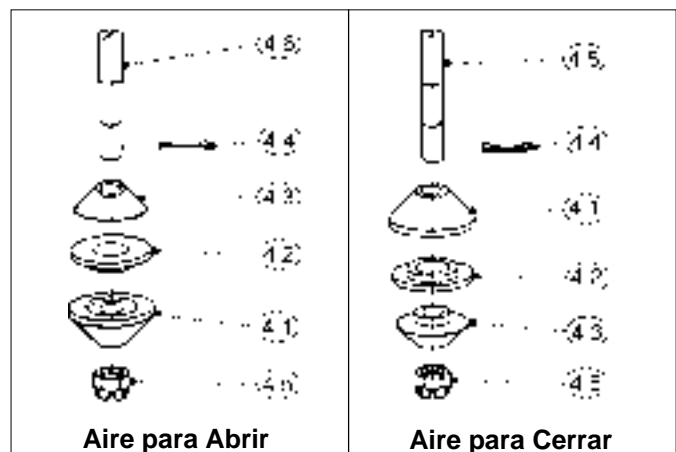

Figura 3: Disposición de Sello Compuesto
9. Examine para detectar desgaste en el anillo de sellado (3), guía vástago asiento compuesto (4.2), tapón de asiento metálico (4), adaptador (4.1/4.3) y vástago (4.6). Reemplace todas las partes desgastadas.
- a. La superficie del vástago debe ser esmerilada sin puntos y pulida aproximadamente a 8 μ pul. o mejor en la zona del empaque (10).
- b. La cabeza del tapón del ensamble vástago (4) para diseño de asiento metálico debe ser lapidado a mano utilizando una crema de lapidación adecuada. Si la lapidación a mano no restaura la fineza a un nivel aceptable, entonces se recomienda reemplazar el ensamble del vástago (4) y el anillo de sellado (3).
- c. Para sellos con diseño de asiento compuesto, el asiento de la válvula (4.2) en TFE puede ser reemplazado si los adaptadores (4.1/4.3), pasador (4.4) y tuerca castillo (4.5) no están dañados por uso. Sujete el vástago (4.6) en una prensa de banco (utilizando cubierta protectora) directamente sobre los adaptadores (4.1/4.3). Quite el pasador (4.4), la tuerca castillo (4.5), el adaptador (4.1 o 4.3) y el asiento de la válvula (4.2). Inserte el nuevo asiento de la válvula (4.2) y reensamble a el arreglo deseado. *Vea la Figura 3.*
- 10. Quite los empaques (5), (8) y limpie las superficies para empaque y coloque las nuevas empaquetaduras (5) y (8).